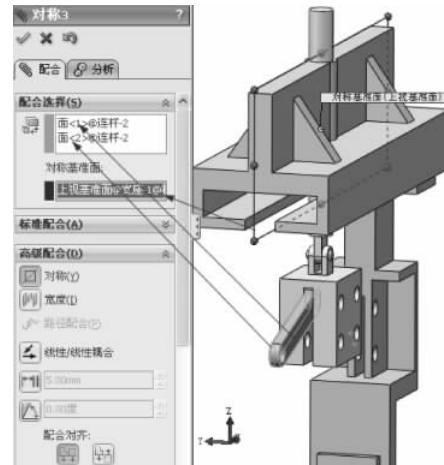

图 3-109 对称配合
(4) 继续进行配合操作,在【高级配合】选项组下选择【对称】配合类型 ,在【配合选择】选项组下的【要配合实体】选择框中选择连杆的两个侧面,在【对称基准面】选择框中选择支座的上基准面,如图 3-109 所示,其他保持默认,单击【确定】按钮 ,完成对称的配合。